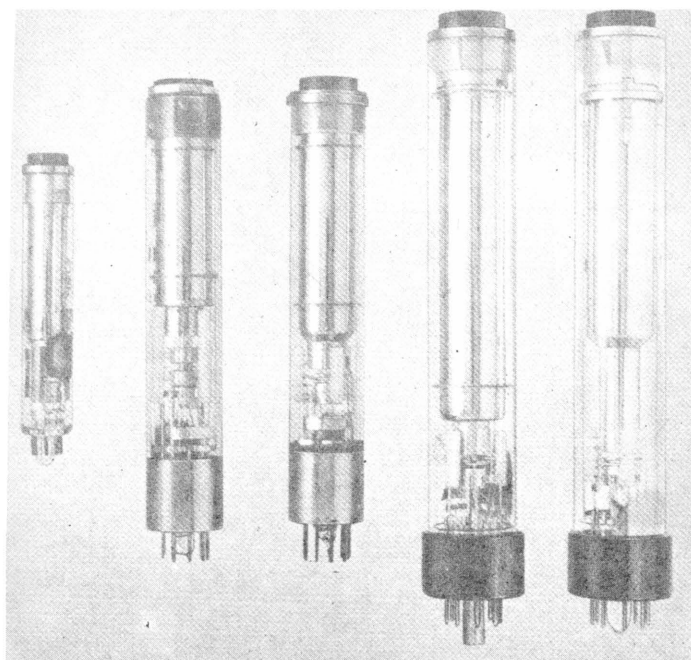

Figura 1
- No diagrama esquemático da figura 1, a bobina osciladora (L3) deverá ter uma derivação (na 5.ª espira, a contar do lado terra); essa derivação deverá ser ligada diretamente ao cátodo (pino 2) da válvula V2.
Todos os tubos Plumbicon para câmaras empregam focalização e deflexão magnética; são disponíveis tipos de 17,7 mm, 25 mm e 30 mm, cobrindo uma ampla gama de aplicações. Seu aspecto externo está mostrado na figura 1.